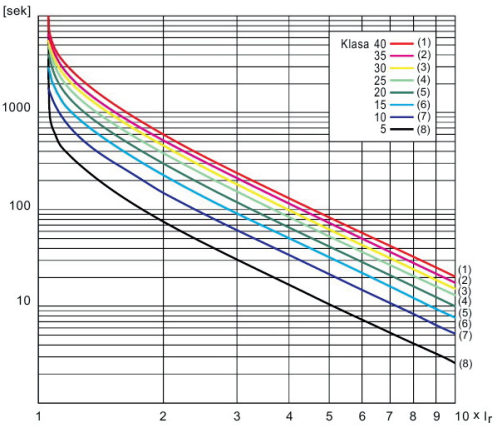

Рис. 1: Время-токовая характеристика
EPS-D измеряет действующее значение тока, потребляемого двигателем, в каждой из фаз. На основании значений установленных параметров и рабочего тока электродвигателя микропроцессором изделия моделируется одна из восьми время – токовых характеристик, соответствующих стандарту IEC 947, рис. 1.
5. Выбирается одна из восьми характеристик рис. 1. Выбор характеристики осуществляется в зависимости от условий эксплуатации и мощности электродвигателя.